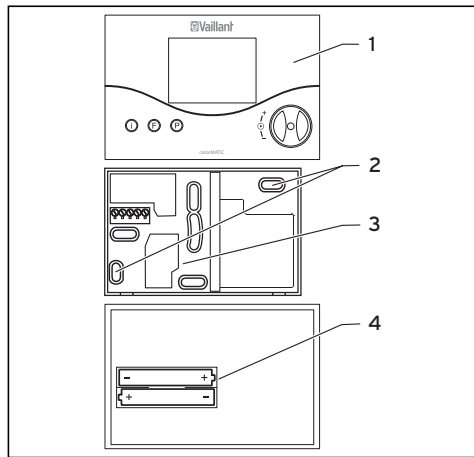

Abb. 9.3 Montage des Raumtemperaturreglers
- Bringen Sie zwei Befestigungsbohrungen **(2)** mit Durchmesser 6 mm (entsprechend Abb. 9.3) an und setzen Sie die mitgelieferten Dübel ein.
- Legen Sie die beiliegenden Batterien in das auf der Rückseite des Reglers befindliche Batteriefach (Abb. 9.3, Pos. **4**) ein. Achten Sie dabei auf die richtige Polung der Batterien. Schließen Sie das Anschlusskabel gemäß Kapitel 10 an.